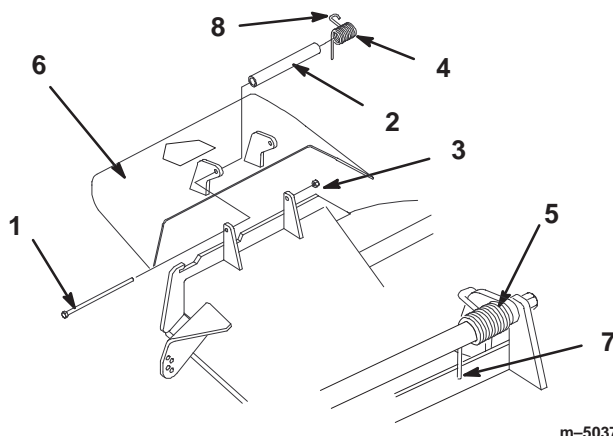

Figure 68
1. Retirez le contre-écrou, le boulon, le ressort et l'entretoise qui fixent le déflecteur aux supports de pivot (Fig. 68). Enlevez le déflecteur s'il est endommagé ou usé.
Remarque : Prenez soin de placer l'extrémité droite du ressort derrière le bord du plateau avant de mettre le boulon en place, comme indiqué à la Figure 68.
3. Remettez le boulon et l'écrou. Accrochez l'extrémité crochue du ressort au déflecteur d'herbe (Fig. 68).